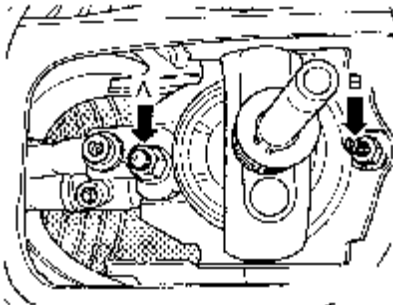

图 9-21 球形壳体螺母
(2) 拧松球形壳体的螺母（图 9-21 中箭头 A 和箭头 B），保证球形壳体水平对准，然后拧紧球形壳体的螺母。